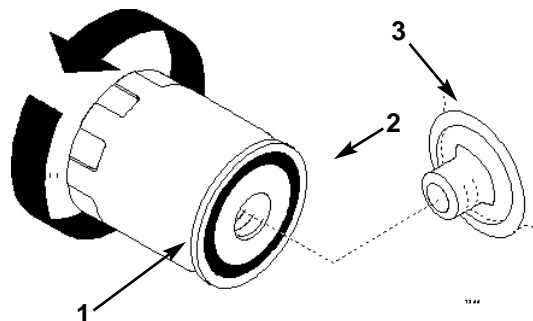

Fig. 22
2. Togliete il vecchio filtro e pulite la guarnizione dell'adattatore del filtro (Fig. 22).
3. Spalmate un leggero strato di olio nuovo sulle guarnizioni di gomma del filtro di ricambio (Fig. 22).
4. Montate il filtro di ricambio sull'adattatore. Girate il filtro dell'olio in senso orario fin quando la guarnizione di gomma non viene a contatto con l'adattatore, quindi stringete di nuovo il filtro di giro (Fig. 22).